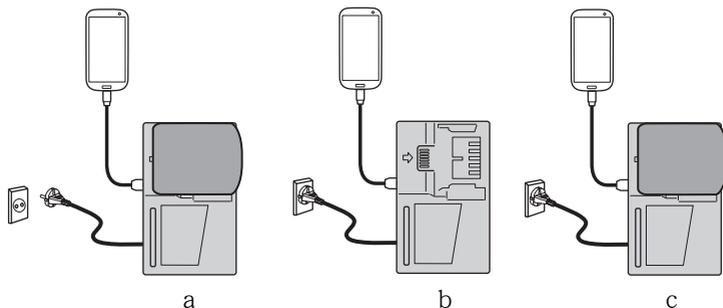

图 6
- 通过电池为 USB 设备充电（图 6-a）
- 将 USB 设备插入插座进行充电（图 6-b）。
- 将 USB 设备和电池插入插座进行充电。（图 6-c）